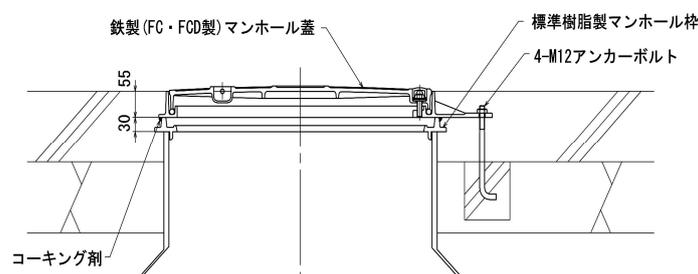

図 16
(2) 鉄製 (FC・FCD 製) マンホールの設置 (図 16)